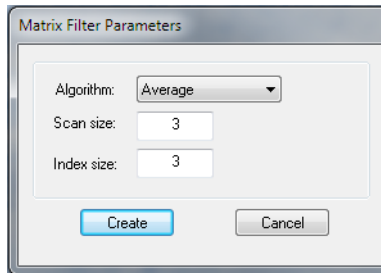

Abbildung 7-59 Dialogfeld Matrixfilter
- a) Stellen Sie den **Algorithmus** auf **Mittelwert**, **Minimum** oder **Maximum** ein (siehe Abbildung 7-59 auf Seite 424).